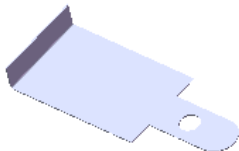

图 7.3.15 “切除-拉伸 1”特征
Step2. 在展开的钣金件上创建图 7.3.15 所示的“切除-拉伸”特征。选择下拉菜单 **插入(I)** → **切除(C)** → **拉伸(E)...** 命令；选取图 7.3.16 所示的模型表面作为草图基准面，绘制图 7.3.17 所示的横断面草图；在 **方向1** 区域选中 ☒ **与厚度相等(L)** 复选框与 ☒ **正交切除(N)** 复选框，其他属性接受系统默认的参数设置值；单击对话框中的“完成”按钮 ，完成切除-拉伸特征的创建。